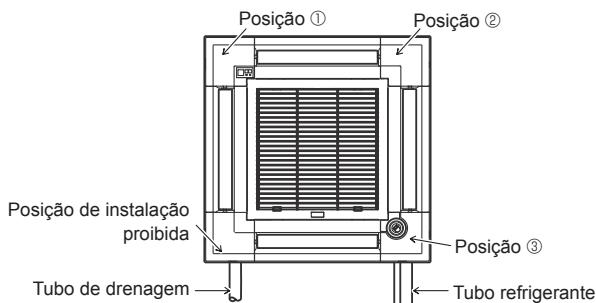

Fig. 9-11
Certifique-se de que os fios não ficam presos na tampa da caixa elétrica. Instale o painel de canto do receptor de sinal no painel e fixe-o com o parafuso. O painel de canto do receptor de sinal não pode ser instalado no lado do tubo de drenagem da unidade principal. (Consulte a Fig. 9-11)
- O painel de canto do i-see Sensor deve ser fixo na grelha ① com o parafuso ③.
- * Se a posição do i-see Sensor tiver sido alterada da posição predefinida (posição ③) para outra posição, altere as definições da função. (Consulte a página 146 e a Fig. 9-11)
- O painel de canto do i-see Sensor não pode ser instalado no lado do tubo de drenagem da unidade principal. (Consulte a Fig. 9-11)